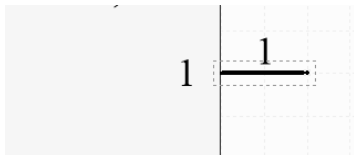

图 3-18 放置元件的引脚
(1) 单击原理图符号绘制工具栏中“放置引脚”按钮，光标变成十字形状，并带有一个引脚图标。
(2) 移动该引脚到矩形边框处，单击完成放置，如图 3-18 所示。